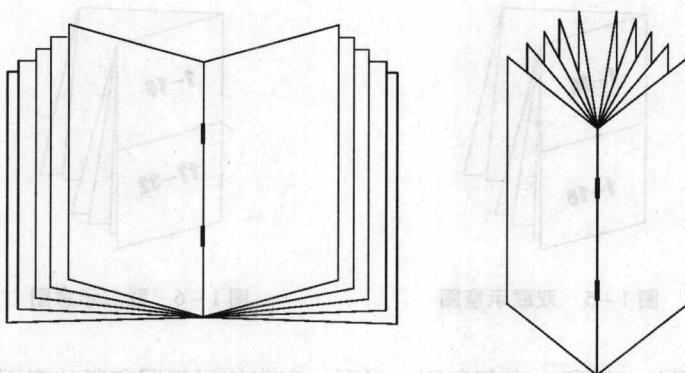

图1-2 骑马订示意图
**骑马订：**装订时将各个书帖嵌套在一起的一种装订方式（如图 1-2）。